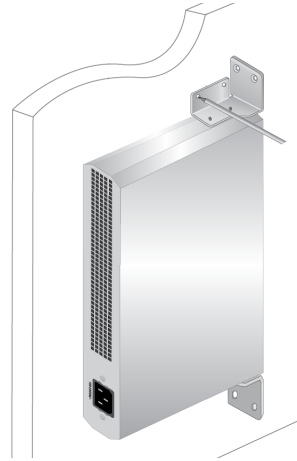

Рисунок 11. Разметка отверстий
5. Попросите кого-нибудь поддержать коммутатор с кронштейнами в том месте у стены, где предполагается его закрепить, и при помощи карандаша отметьте на стене расположение четырех отверстий в кронштейнах. См. пример на рис. 11.
На рис. 11 показано расположение коммутатора с передней панелью, ориентированной вправо. Тем не менее, коммутатор может быть закреплен на стене передней панелью влево, вправо, вверх или вниз.